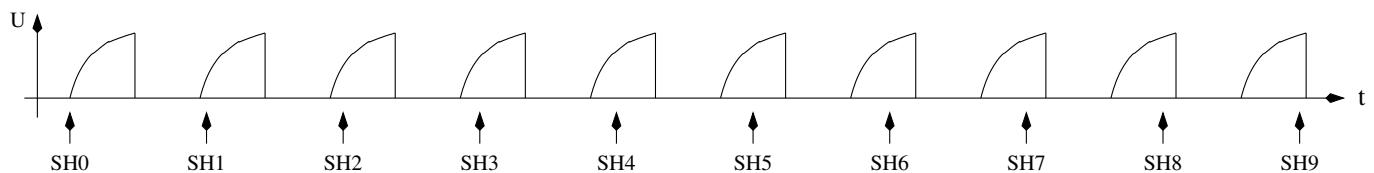

Рис. 5.30. Сканирование сигналов напряжения с помощью метода выборки
Радиолюбитель Пиетер-Тјерк (ПАЗФЦМ) интегрировал возможность измерений очень малых значений ёмкости ($< 100 \text{ pF}$) методом выборки. Период преобразования АЦП на самом деле слишком длительный для непосредственного отбора быстро изменяющегося сигнала. Но напряжение входного сигнала удерживается заданное время цикла преобразования, во время (SH) выборки и удержания. АЦП требует 13 тактов для полного преобразования, а такты АЦП задаются путем деления частоты процессора на 128 или 64. Входное напряжение АЦП фиксируется точно 1,5 такта для непрерывных циклов измерений. Если входной сигнал может быть сгенерирован снова и снова, мы можем сдвинуть время выборки АЦП от предыдущего к следующему повторению сигнала, чтобы получить последовательность выборок быстро изменяющегося сигнала. Обычный цикл АЦП занимает $13 \times 64 = 832$ тактов с тактовой частотой 8 MHz . Если мы повторяем входной сигнал с тактовым импульсом 831, то при непрерывном АЦП (режим свободного запуска), каждый последующий раз напряжение сигнала будет считываться на один такт позже чем предыдущий. Мы должны убедиться, что с помощью этого метода первая выборка сигнала АЦП будет выполняться в указанное время. Время следующих измерений АЦП будет сдвинуто на один тактовый импульс процессора позднее при каждом последующем повторении сигнала. Если сигнал можно точно повторить, то объединенный сигнал многих периодов будет таким же, как дискретизация и преобразование непосредственно с помощью АЦП, работающего с тактовым сигналом процессора 8 MHz . Рисунок 5.30 показывает принцип выборки десятикратно повторяющегося сигнала для получения десяти выборок (Ш0 - Ш9). В действительности относительный временной сдвиг последовательных выборок намного меньше.